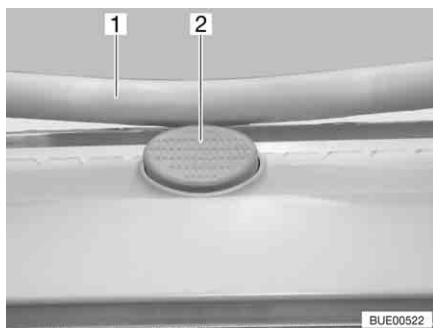

Fig. 96 Bouton de sûreté sur le lanterneau Heki
- Appuyer sur le bouton de sécurité (Fig. 96,2) et tirer l'étrier (Fig. 96,1) vers le bas avec les deux mains.
- Pousser l'étrier vers le haut avec les deux mains jusqu'à ce que ce dernier se trouve au-dessus du bouton de sûreté (Fig. 96,2).